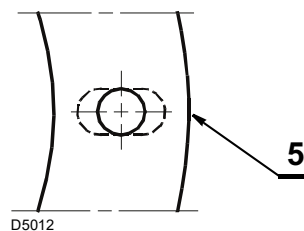

Fig. 8
- allargare, se necessario, i fori dello schermo isolante 5)(Fig. 8), avendo cura di non danneggiarlo.